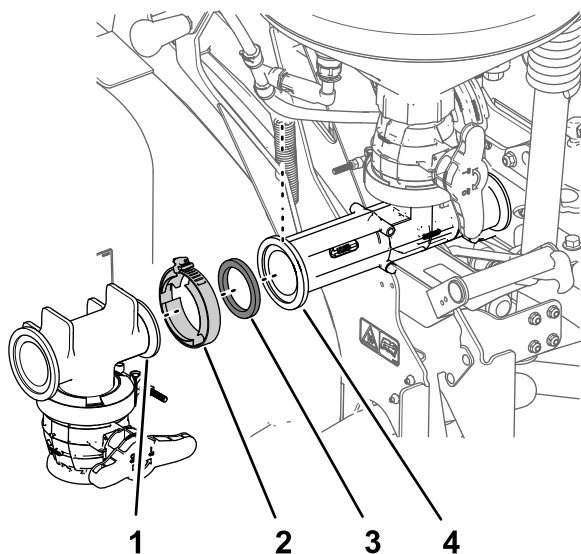

Figura 25
1. Alinee la brida del acoplamiento en T de la válvula de vaciado con la brida delantera del eyector (Figura 25).
2. Sujete el acoplamiento en T al eyector con una junta y una brida de fijación, y apriete la brida a mano (Figura 25).